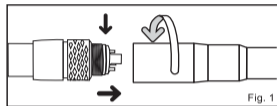

Fig. 1
- 1) Conecte a peça de mão ao terminal da mangueira e aperte a porca de fixação (Fig. 1).